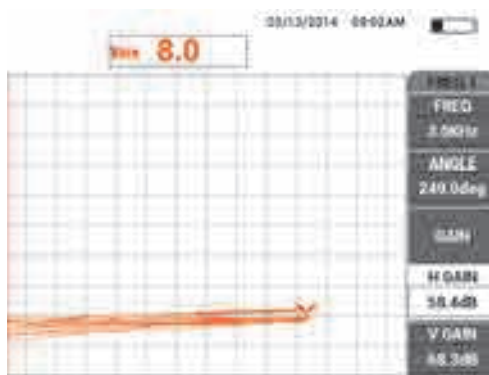

Рис. 5-105 Настройка горизонтального усиления (H GAIN) для частоты 1
13. Приподнимите преобразователь и нажмите клавишу меню MAIN FILTER (⌘), затем, аккуратно постукивая преобразователем по образцу в точке 1, уменьшите горизонтальное усиление **H GAIN** (клавиша D) частоты 1, так чтобы сигнал отрыва канала **MIX** (Смеш.) был максимально горизонтален (см. Рис. 5-105 на стр. 207).